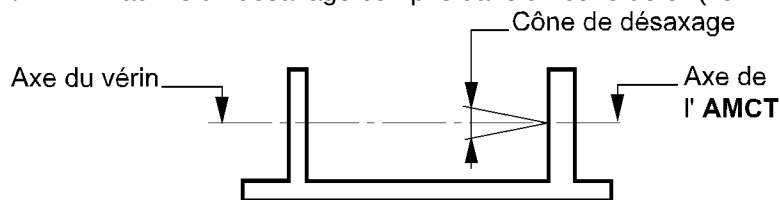

Figure 1
- Coaxialité du Vérin/**AMCT** : admis un désaxage compris dans un cône de 3° (voir Figure 1 ci-après).